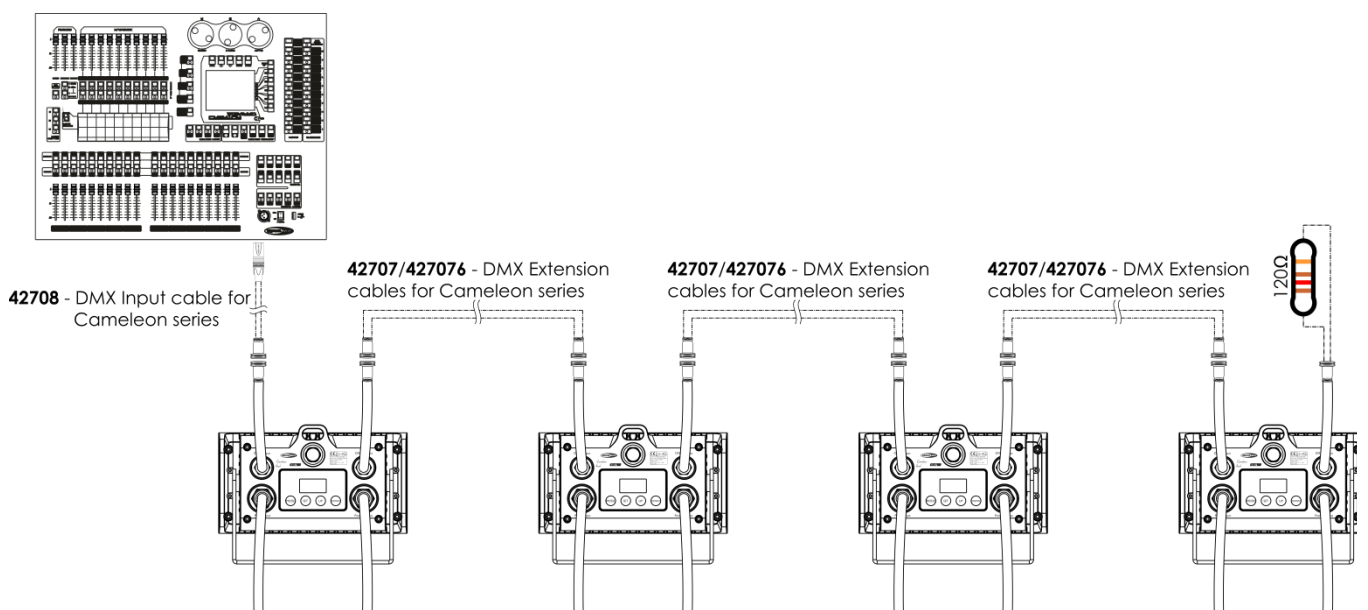

Fig. 04
- 04) Conecte las unidades como se indica en la Fig. 04. Conecte un controlador de iluminación a la toma de entrada de señal "DMX In" de la primera unidad mediante el cable de entrada DMX 42708. Conecte la toma de salida "Out" de la primera unidad al conector de entrada "In" de la segunda unidad mediante el cable DMX de extensión 42707/42706. Interconecte las unidades segunda y tercera mediante el cable DMX de extensión 42707/42706.